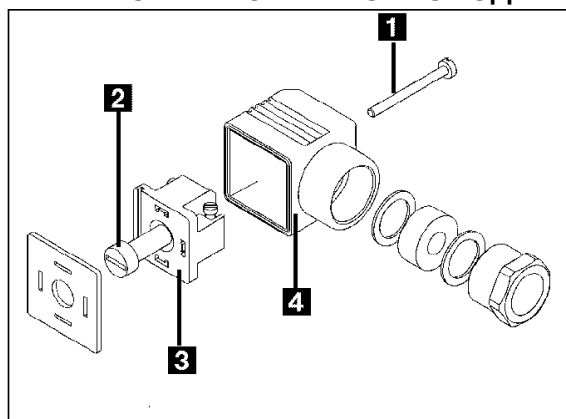

Рисунок 3.3 Блок кабельной вилки
1. Для открывания коннектора отвинтите винты **1** и **2**, включая пластмассовое кольцо (рисунок 3.3.).